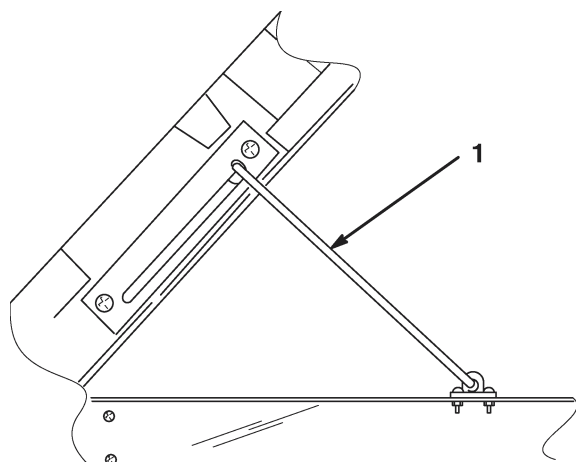

Figure 10
3. Levez le plateau au maximum, puis descendez-le légèrement pour engager la béquille (Fig. 10).